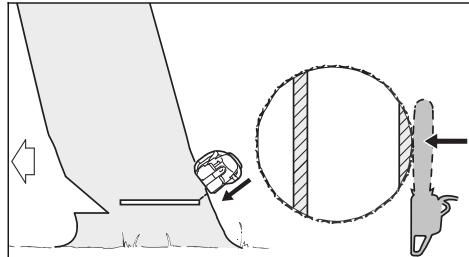

Рис. 29
- Защитный ремень с помощью вытянутых рук разделить снаружи вверху под наклоном (рис. 29)